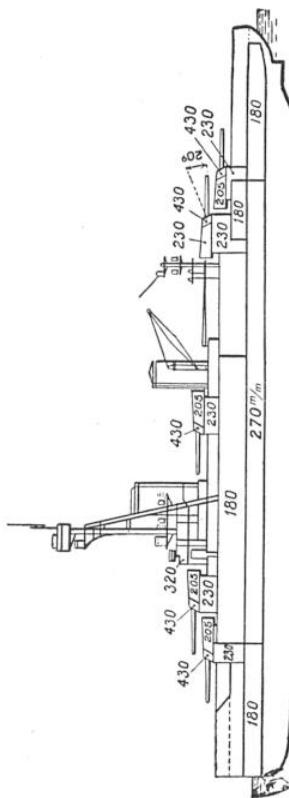

FIG. 7. — « BRETAGNE », L'UN DES TROIS SUPER-DREADNOUGHTS FRANÇAIS
*En France.* — Enfin, en France, nous restons très en arrière. Nous n'avons que trois super-dreadnoughts : *Bretagne*, *Lorraine* et *Provence*, de 23.230 tonnes, lancés en 1913 et terminés pendant la guerre (fig. 7). La construction des cinq cuirassés de la série *Normandie*, qui devaient posséder 12 pièces de 340 en trois tourelles, a été définitivement suspendue. Aucune autre puissance ne possède de super-dreadnoughts.